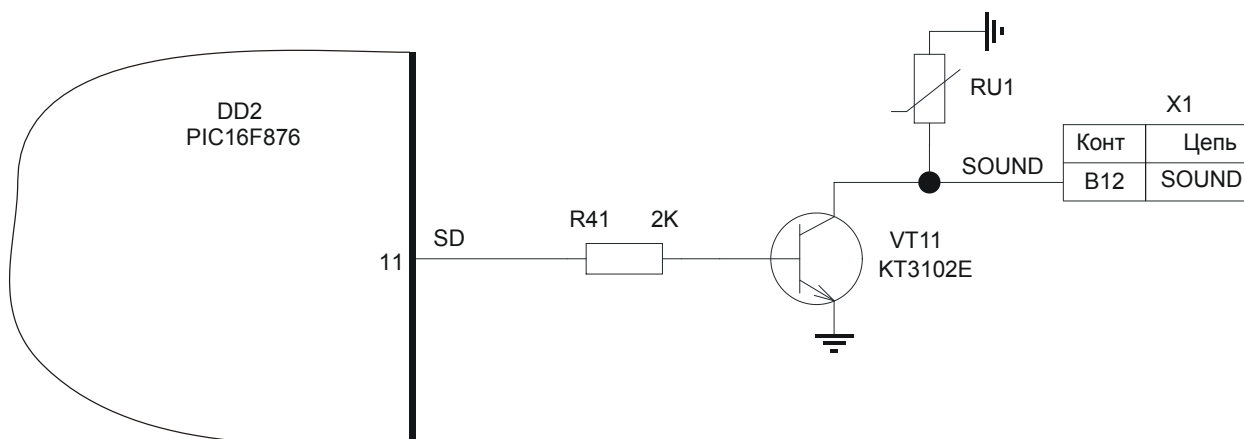

Рисунок 27. Выдача сигнала тест-контроля.
Микропроцессор DD2 формирует сигнал тест - контроля через транзистор VT11 (см. рисунок 27). Сигнал звуковой частоты выдается через вывод SD (11) микропроцессора. Далее через резистор R41, ограничивающий базовый ток, сигнал подается на базу транзистора VT11. С коллектора транзистора сформированный сигнал звуковой частоты подается на вывод B12 разъема X1. Варистор RU1 подключен параллельно обмотке выходного трансформатора и предназначен для защиты транзистора VT11 от выбросов напряжения.